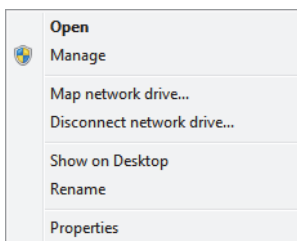

Рис. 7-24 Контекстное меню Компьютер (Windows 7)
2. В контекстном меню щелкните **Управ.** (см. Рис. 7-24 на стр. 238).